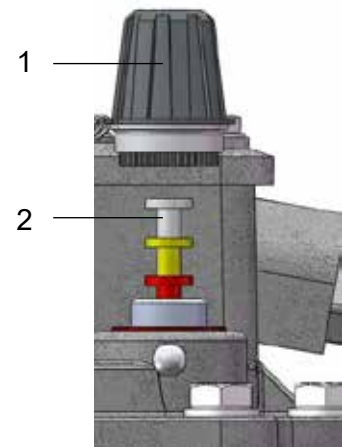

Bild 7b - Prüftaste
- Große Hutmutter (Bild 7b/ Nr. 1) abschrauben
- Prüftaste (Bild 7b/ Nr. 2) halb niederdrücken und gedrückt halten (Kontrolle des oberen Schaltsystems - Warnung)